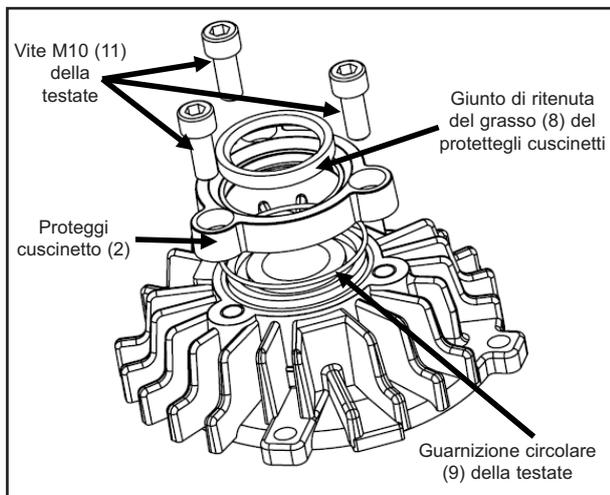

Figura 16
1. Togliere le tre viti M10 (11) che fissano la testata, poi rimuovere il proteggi cuscinetto (2) ; vedi figura 16.